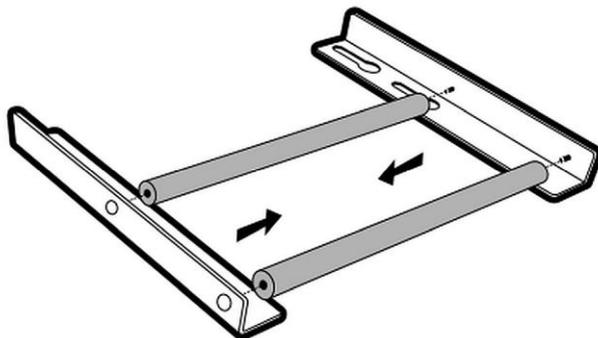

Fig. 2
1. Desserrer les quatre vis à l'arrière de l'appareil en faisant 3 tours complets (fig.2).